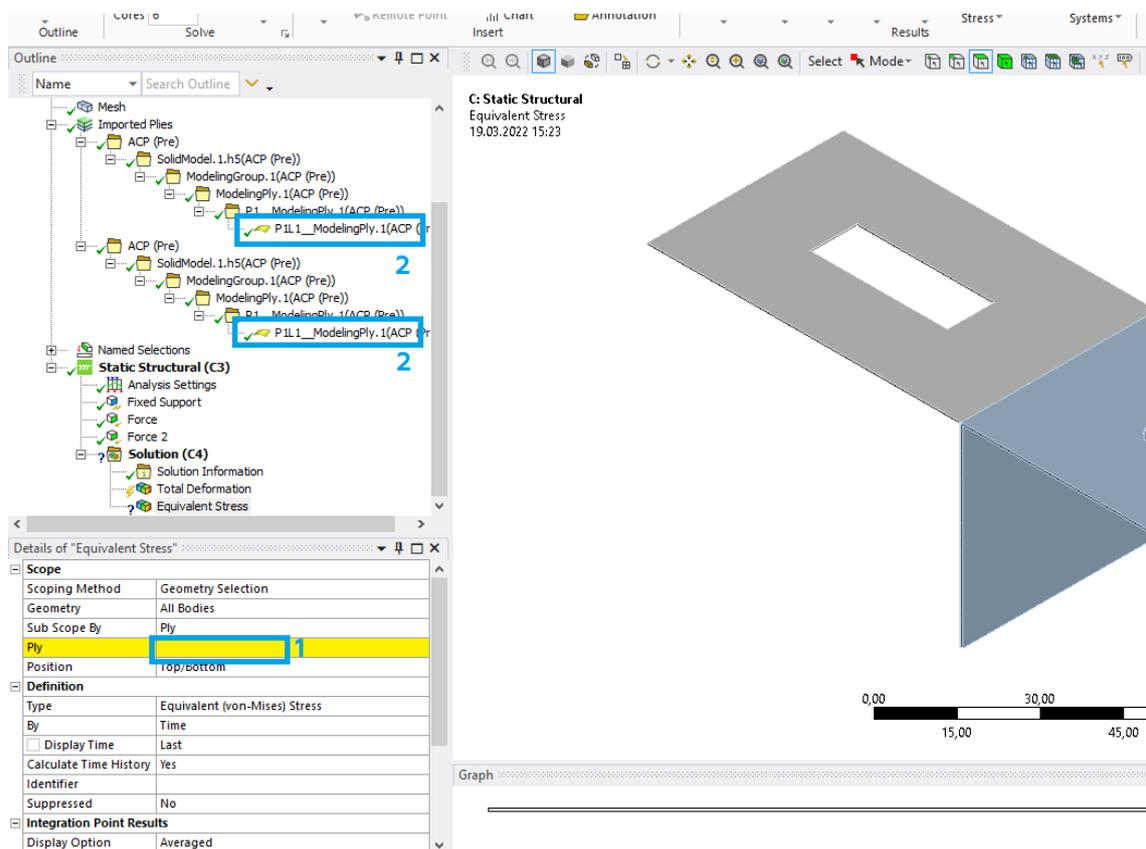

Рис. 29. Выбор модельных групп
– нажимаем ПКМ на *Solution*, выбираем *Insert – Stress – Equivalent (von-Mises)*. После чего нажимаем на желтую область напротив *Ply* (1) и указываем первую модельную группу (2) (рис. 29), затем нажимаем *Apply*;
– нажимаем ПКМ на *Solution*, выбираем *Insert – Stress – Equivalent (von-Mises)*. После чего нажимаем на желтую область напротив *Ply* (1) и указываем вторую модельную группу (2) (рис. 29), затем нажимаем *Apply*;